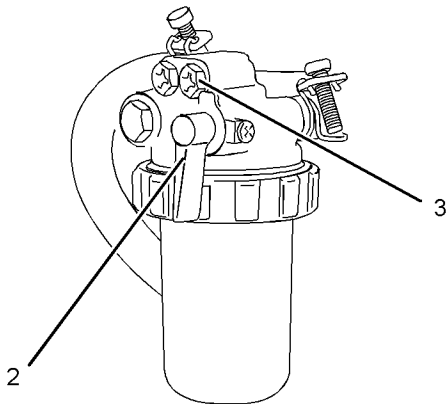
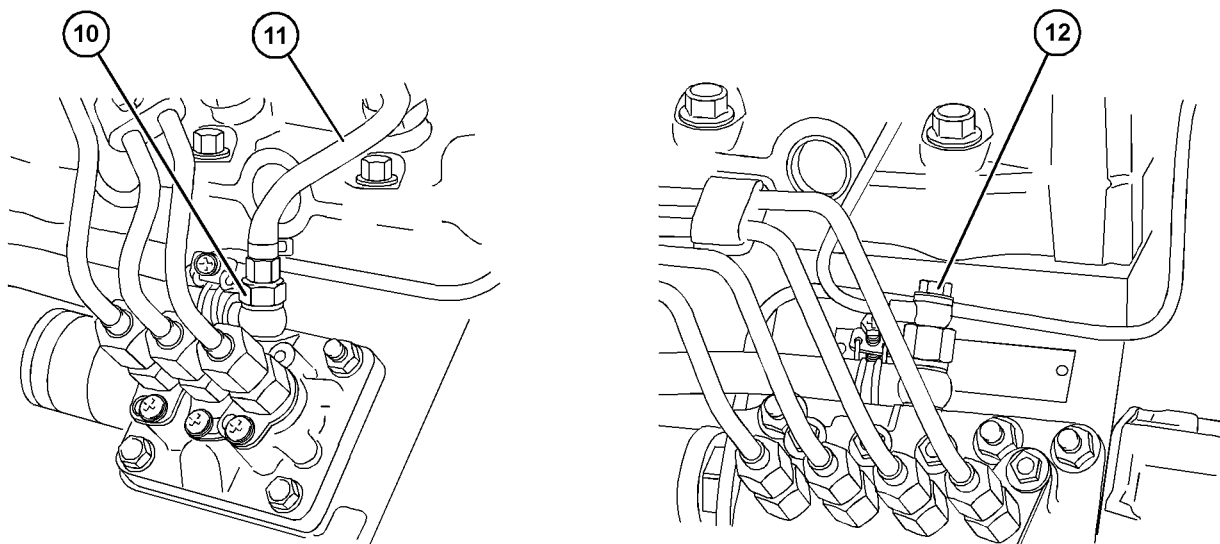

Abbildung 69
Abbildung 73
1. Sicherstellen, dass sich das Kraftstoffventil (2) für den Kraftstofffilter mit einem Einsatz in der Stellung ON (EIN) befindet. Siehe Abbildung 69 .
3. Die handbetätigte Entlüftungspumpe (6) betätigen. Die Entlüftungsschraube festziehen, sobald Kraftstoff ohne Luft aus der Entlüftungsschraube fließt.
4. Den Anschluss (10 oder 12) an der Kraftstoffeinspritzpumpe lösen. Siehe Abbildung 73 .
3. Die Leitungsentlüftungspumpe (7) betätigen. Die Entlüftungsschraube festziehen, sobald Kraftstoff ohne Luft aus der Entlüftungsschraube fließt.
3. Die elektrische Entlüftungspumpe (8) in Betrieb nehmen. Die Entlüftungsschraube festziehen, sobald Kraftstoff ohne Luft aus der Entlüftungsschraube fließt. Die elektrische Entlüftungspumpe ausschalten.
4. Die Anschlussschraube (10 oder 12) an der Kraftstoffeinspritzpumpe lösen. Siehe Abbildung 73 .
3. Die Kraftstoffförderpumpe (9) betreiben. Die Entlüftungsschraube festziehen, sobald Kraftstoff ohne Luft aus der Entlüftungsschraube fließt. Die Kraftstoffförderpumpe stoppen.